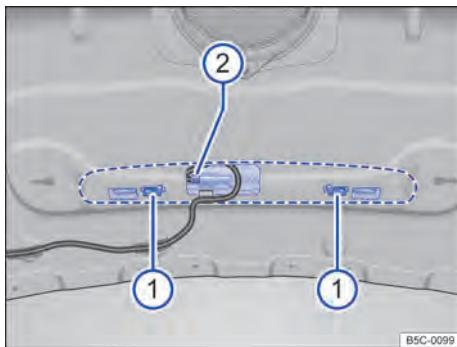

Fig. 187 Na tampa traseira: luz de freio elevada.
4. Do compartimento de bagagem, comprimir as linguetas ⇒ **Fig. 187** ① da lanterna de freio elevada e retirar o máximo possível a lanterna de freio elevada para fora da tampa traseira.
5. Retirar o conector ② da lanterna de freio elevada.
7. Inserir o conector ② até que ela se trave de maneira audível.
8. Colocar cuidadosamente a lanterna de freio elevada na tampa traseira e retirar as linguetas ① da lanterna de freio elevada, até que elas se travem. Verificar a fixação firme da lanterna de freio elevada.